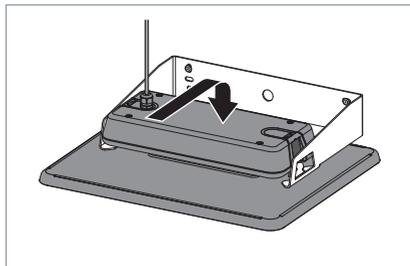

Fig. 6: Colgamiento de la luminaria en el soporte para la pared.
- ▶ Cuelgue la luminaria en el soporte para la pared, véase Fig. 6.